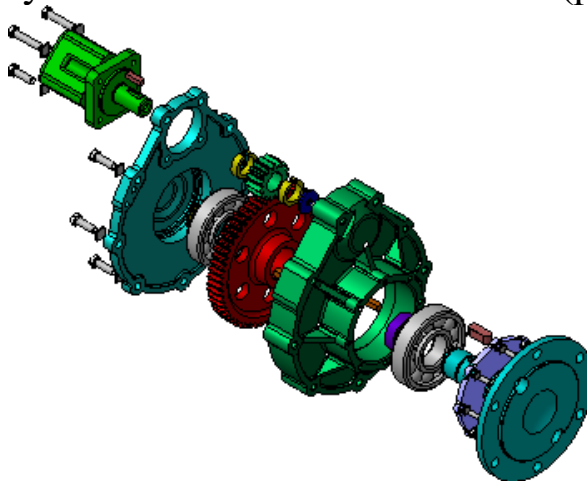

Рисунок 11.
14. Откройте документ 078.505.9.0100.00.m3d (рис.11).